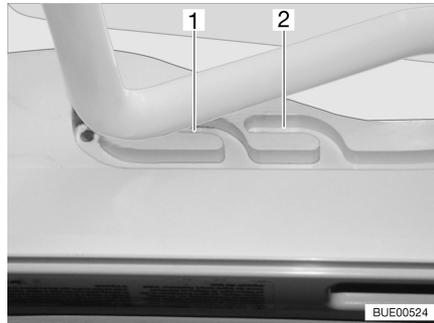
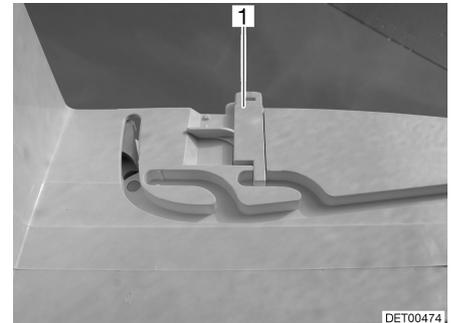

Bild 20 Heki-Dachhaube in Lüftungsstellung
Bild 21 Verriegelung Lüftungsstellung
Die Heki-Dachhaube kann in zwei Lüftungsstellungen gebracht werden: Schlechtwetterstellung (Bild 20,1) und Mittelstellung (Bild 20,2). Je nach Modell kann die Dachhaube in der Mittelstellung mit den beiden Riegeln (Bild 21,1) links und rechts am Rahmen der Dachhaube verriegelt werden.
- Den Bügel leicht nach oben drücken und in die gewählte Führung (Bild 20,1 oder 2) schieben und ggf. verriegeln.